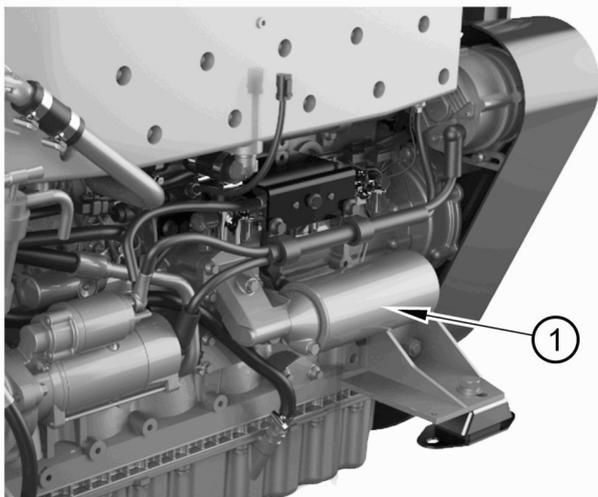
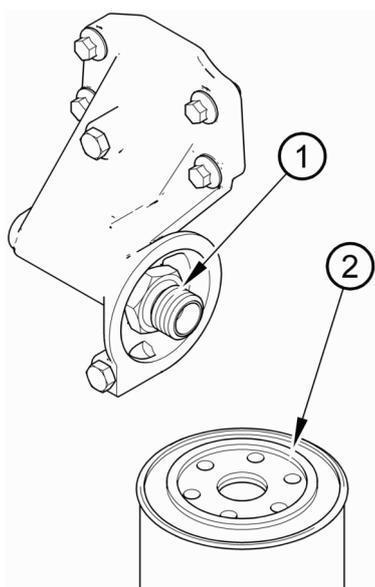

Figura 21
Figura 22
2. Smontare la cartuccia del filtro (figura 21 voce 1) con una chiave a nastro o un attrezzo simile. Assicurarsi che l'adattatore (figura 22 voce 1) sia ben saldo nella testa del filtro. Quindi scartare la cartuccia.
4. Lubrificare la parte superiore della tenuta della nuova cartuccia (figura 22 voce 2) con olio lubrificante per motore pulito.